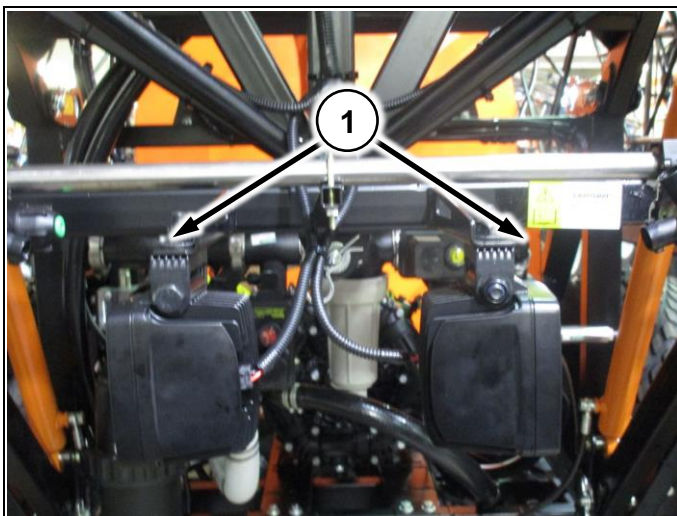
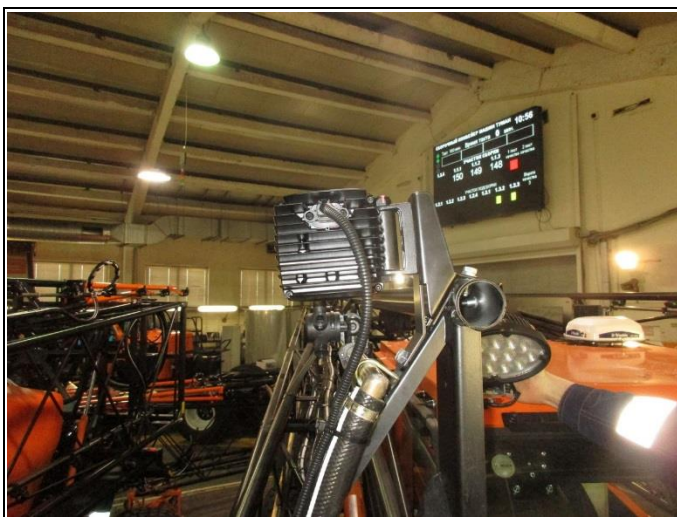

Рис. 172
Рис. 173
Устанавливается на подвесе опрыскивателя по середине (Рис. 172/1), а также в начале концевой секции штанги (Рис. 173).
**Если необходимо переоборудовать машину из штангового опрыскивателя демонтируйте фары подсветки с подвеса (Рис. 172/1) чтобы их не повредить!**